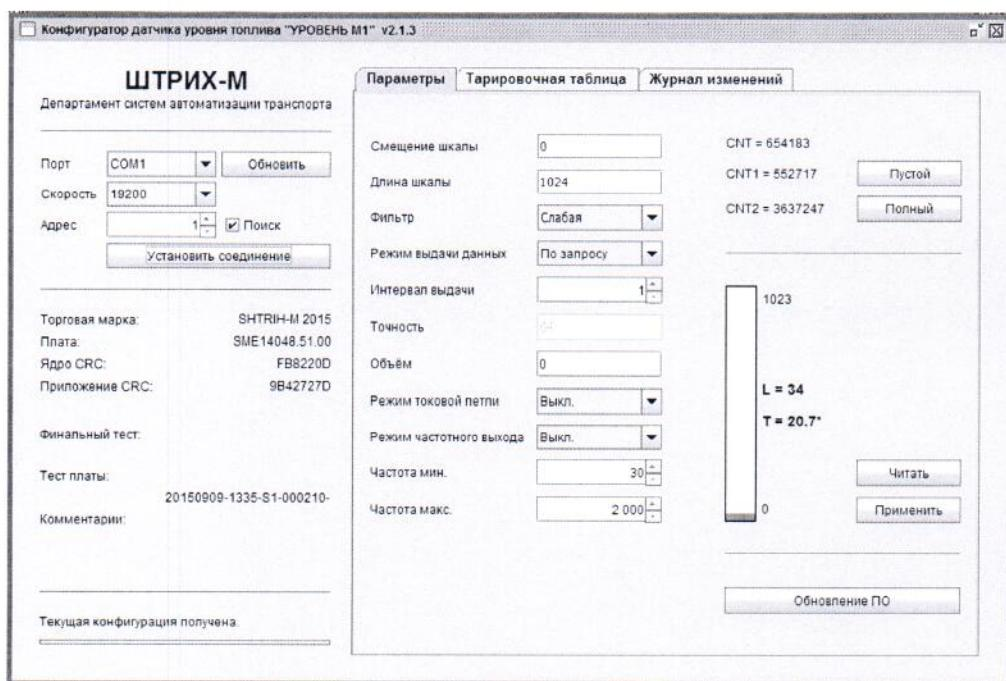

Рисунок 2 – окно программы «Конфигуратор датчика уровня топлива УРОВЕНЬ М1»
– Запустить программу «Конфигуратор датчика уровня топлива УРОВЕНЬ М1», нажать кнопку «Обновить», выбрать нужный СОМ-порт, задать скорость обмена данных (по умолчанию установлено значение скорости обмена 19200 бит/с) и нажать кнопку «Установить соединение». Если датчик успешно найден, отображается примерное содержание (рисунок 2).